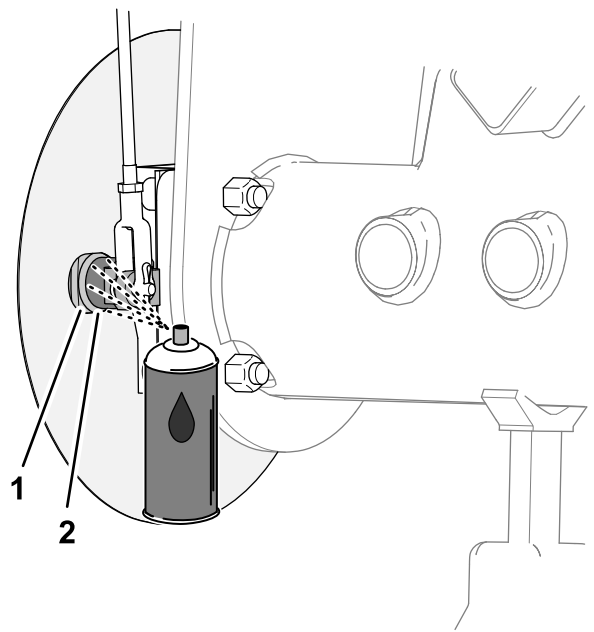
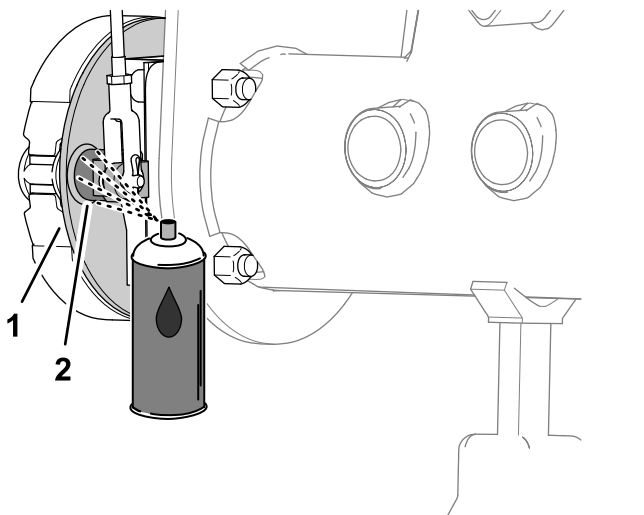

图 68
图 67
1. 在制动支撑板不带选配轮辋挡草罩的机器或车轮护罩带选配轮辋挡草罩的机器的内侧在制动凸轮轴和支撑板之间喷涂渗透润滑油图 67 或 图 68。